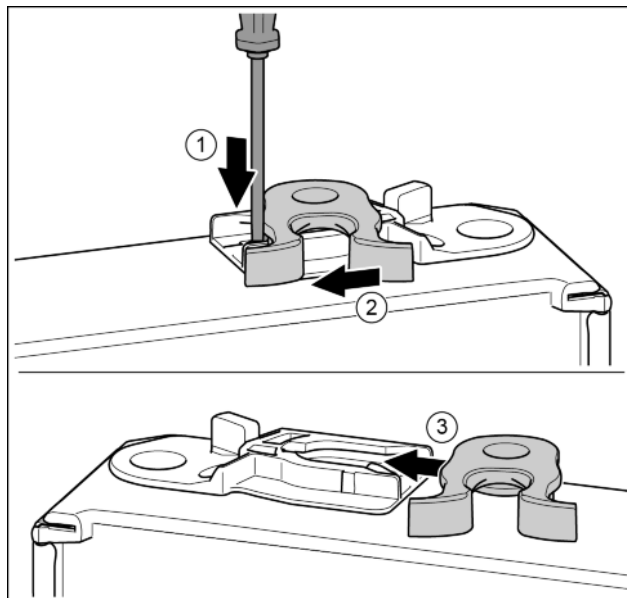

Fig. 17
- ▶ Нажать накладку шлицевой отверткой вниз. Fig. 17 (1)
- ▶ Запорный крючок вывести из направляющей. Fig. 17 (2)
- ▶ Запорный крючок вставить в направляющую с другой стороны. Fig. 17 (3)